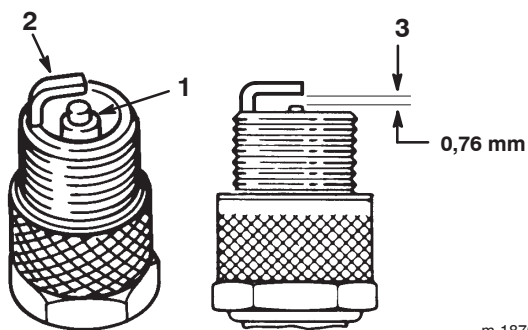

Bild 30
1. Sehen Sie sich die Mitte der Zündkerze an (Bild 30). Wenn der Kerzenstein hellbraun oder grau ist, ist der Motor richtig eingestellt. Eine schwarze Schicht am Kerzenstein weist normalerweise auf einen schmutzigen Luftfilter hin.
2. Prüfen Sie den Abstand zwischen den mittleren und seitlichen Elektroden (Bild 30) und biegen die seitliche Elektrode bei falschem Abstand zurecht.